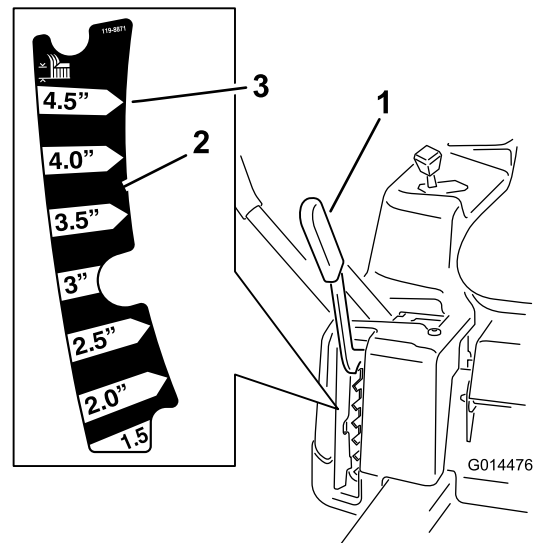

Figura 21
La altura de corte es controlada por la palanca situada a la derecha del puesto del operador (Figura 21).
**Nota:** La posición de transporte es la posición de altura de corte más alta, 115 mm, según se muestra en Figura 21.